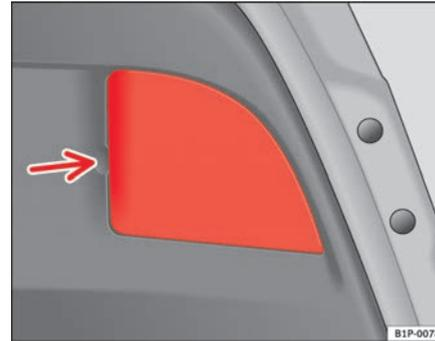

Abb. 171 Leuchten an der Heckklappe
- Den Deckel abziehen. Siehe Pfeil ⇒ Seite 256, Abb. 171.